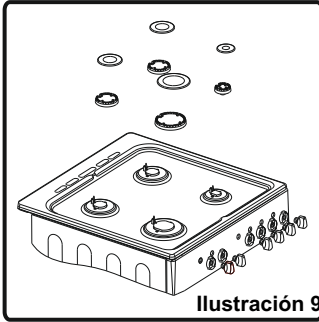

Ilustración 9
- Saque la tapa del quemador y el adaptador (Ilustración 9).